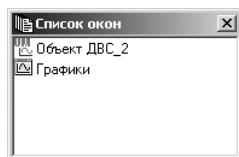

Рис. 2.81. Окно **Список окон** с открытыми окнами
- щелкните в системе **Универсальный механизм** по пункту главного меню **Инструменты**, а затем в выпадающем меню по пункту **Список окон**. Появится окно **Список окон**, если его не было на экране, см. рис. 2.81;